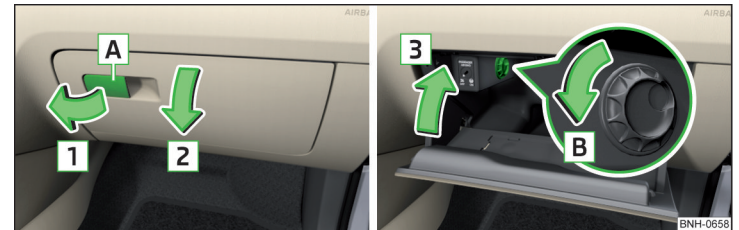

Abb. 76 Ablagefach öffnen / Ablagefach schließen und Luftzufuhr öffnen
- Zum **Öffnen** den Griff **A** in Pfeilrichtung **1** ziehen und den Deckel in Pfeilrichtung **2** klappen » Abb. 76.
- Zum **Öffnen** den Drehregler in Pfeilrichtung **B** bis zum Anschlag drehen » Abb. 76.